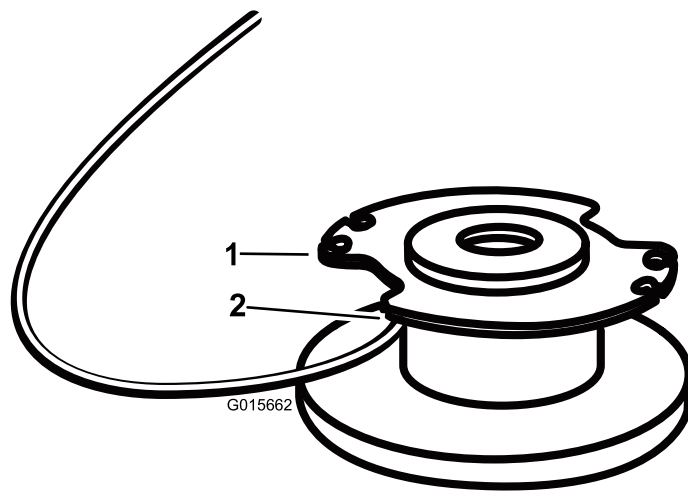

Figura 11
2. Retire el carrete. Ver Cambio del carrete (Figura 11).
4. Inserte el hilo por el taladro de anclaje en la parte superior del carrete (Figura 11). Enrolle el hilo en el carrete en el sentido indicado por las flechas marcadas en el carrete.